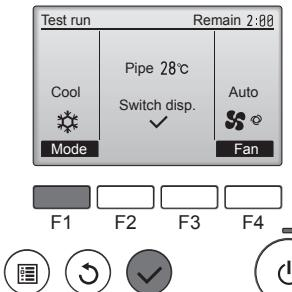

Fig. 6-5
- ① Premere il pulsante **F1** per visualizzare le modalità di funzionamento nell'ordine "Cool" (Raffred) e "Heat" (Riscald). (Fig. 6-5)
- ② Premere il pulsante **○** ed aprire la schermata di impostazione dei deflettori. Se i deflettori non si muovono, verificare che i connettori dei cavi di giunzione siano collegati saldamente e che i colori dei connettori combacino.